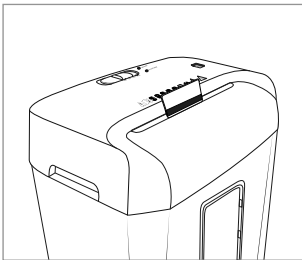

Abb. 3
- ◆ Führen Sie die Kreditkarte von oben mittig in die Schneidöffnung **8** ein (siehe Abb. 3) und schieben Sie den Schalter *REV/OFF/AUTO/FWD* **2** in die Position *FWD* („forward“ [englisch] = vorwärts). Sie können jeweils nur eine Kreditkarte schneiden. Führen Sie diese immer mit der breiten Seite voran in die Schneidöffnung **8** ein. Ansonsten wird der Magnetstreifen nicht zerstört.